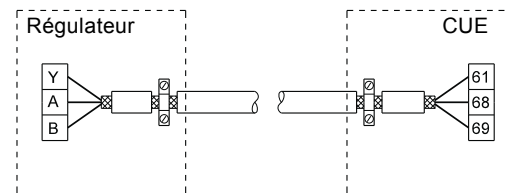
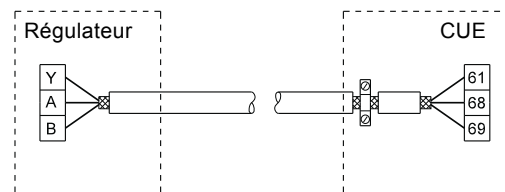

Fig. 10 Exemple de branchement d'un câble bus à 3 conducteurs, avec blindage branché aux deux extrémités
Fig. 11 Exemple de branchement d'un câble bus à 3 conducteurs, avec blindage branché au CUE (régulateur sans serre-câbles)
- Raccorder le blindage au châssis aux deux extrémités des câbles de signal et des câbles du moteur. Voir fig. 10. Si le régulateur n'a pas de serre-câbles, raccorder seulement le blindage à l'armoire du CUE. Voir fig. 11.